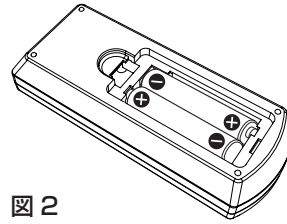

図 2
- 2) 電池を入れ、ふたを閉じる（**●** 側から先に入れます）（図 2）